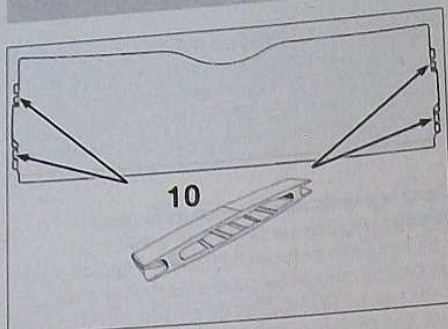

FIG. 71
- Avant la repose des volets, s'assurer de la présence et du bon état des patins de guidage (10) (Fig.71)
- Vérifier le bon positionnement des câbles (9).